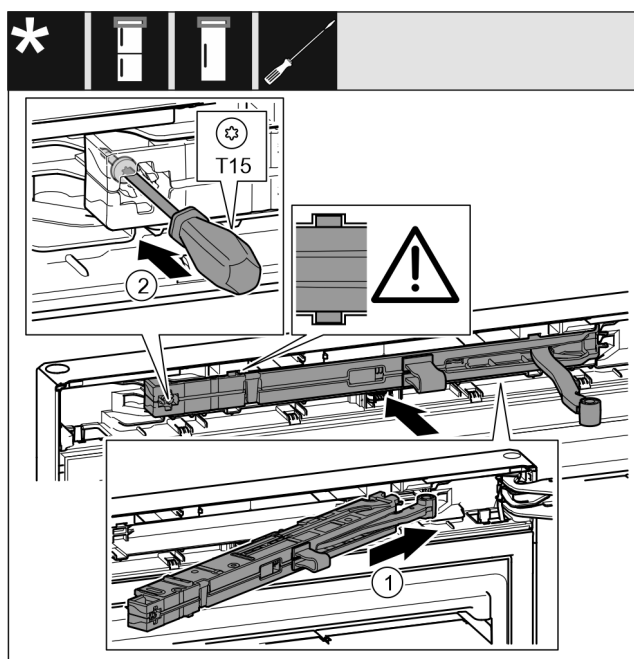

Fig. 49
- ▶ Tolja be ferdén, ütközésig a záráscsillapító egységet a mélyedésbe a csapágybak felőli oldalon. Fig. 49 (1)
- ▶ Húzza meg a csavart egy T15 csavarhúzóval. Fig. 49 (2)